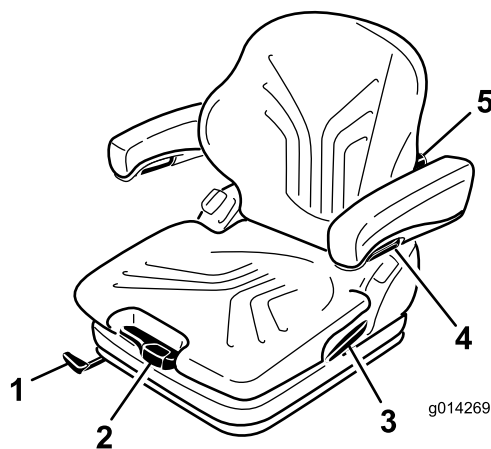

Figure 18
Le siège est réglé pour le poids du conducteur en tirant ou en poussant le levier de réglage correspondant (Figure 18).
1. Levez le levier pour débloquer et régler le siège (Figure 18).
En tournant le bouton de réglage vers le haut, vous pouvez régler le renflement de la partie supérieure du dossier. En tournant le bouton vers le bas, vous pouvez régler le renflement de la partie inférieure du dossier (Figure 18).
Pour régler la hauteur des accoudoirs, séparez le cache rond (Figure 18) du couvercle, desserrez l'écrou hexagonal (13 mm) qui se trouve derrière, réglez les accoudoirs à la position voulue puis resserrez l'écrou. Remplacez le cache sur l'écrou.
Pour régler l'angle des accoudoirs, tournez le bouton de réglage (Figure 18).
Tirez sur le levier pour libérer le verrou du dossier (Figure 18). Lorsque le verrou est libéré, ne vous appuyez pas contre le dossier.